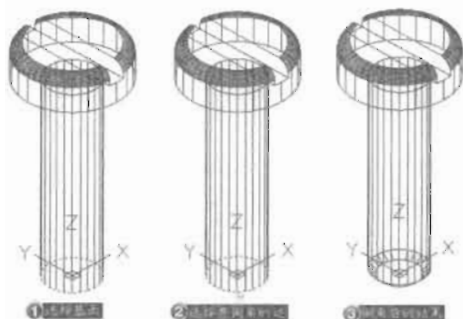

图 14-101
(6) 单击“修改”工具栏中的“倒角”按钮，对圆柱体进行倒角，如图 14-101 所示，命令执行过程如下。